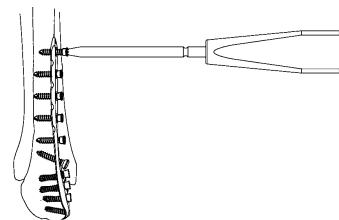

図22
- 1) ヘクスローブ15 ドライバーを用いてスクリューを抜去します。(図22)